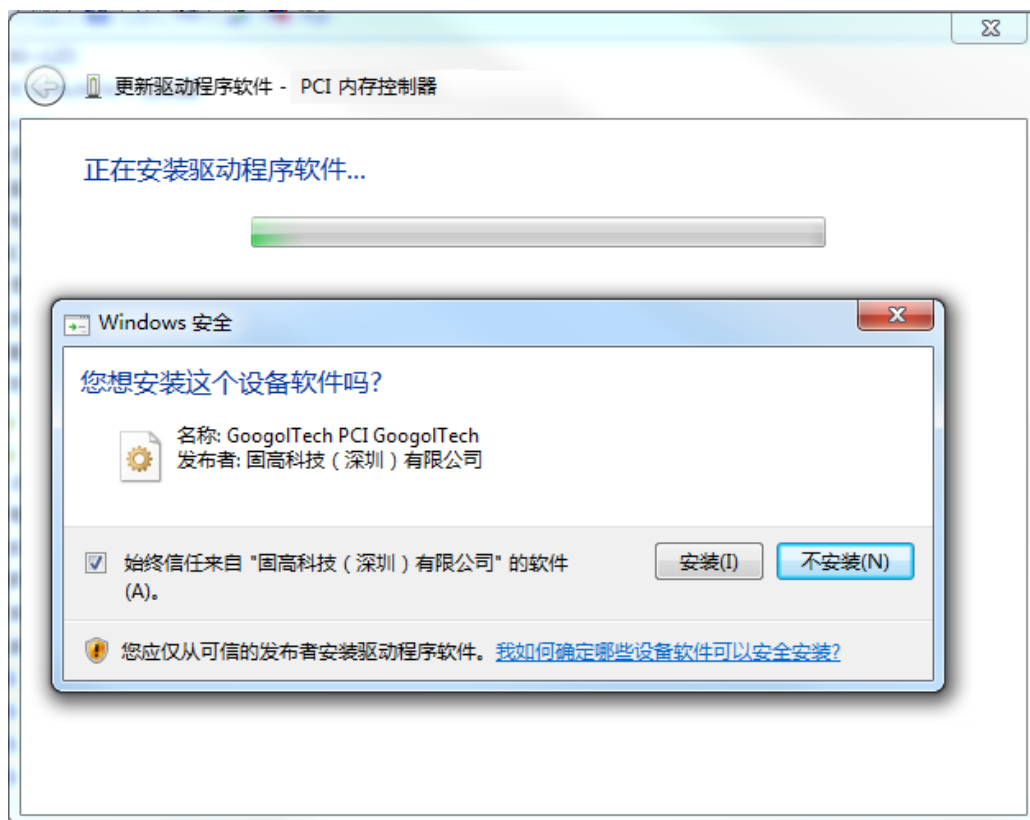

图 2-5 控制器驱动程序安装界面 5
- (5) 如图 2-5 所示，勾选“始终信任来自“固高科技（深圳）有限公司”的软件(A)”，点击“安装(I)”。
| 图 2-5 控制器驱动程序安装界面 5 | 12 |